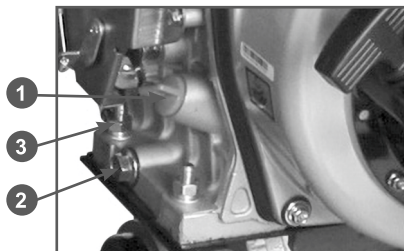

Рис. 3 Проверка уровня масла в картере
Для заправки моторного масла необходимо проверить уровень масла в картере (Рис.3):
2. Очистите от загрязнений зону вокруг маслосазливной горловины. Выкрутите крышку-щуп 1 (Рис. 3) из горловины, протрите щуп насухо.
3. Открутите сливной болт 2 (Рис. 3) и слейте масло в специальную емкость. Закрутите сливной болт.
4. Открутите болт 3 (Рис. 3) фиксации масляного фильтра и вытащите масляный фильтр.